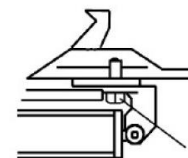

Рис. 10
**Примечание:** После первых 20 дней работы, вновь затяните винты (B) зажимного механизма на поворотном столе (Рис. 10).